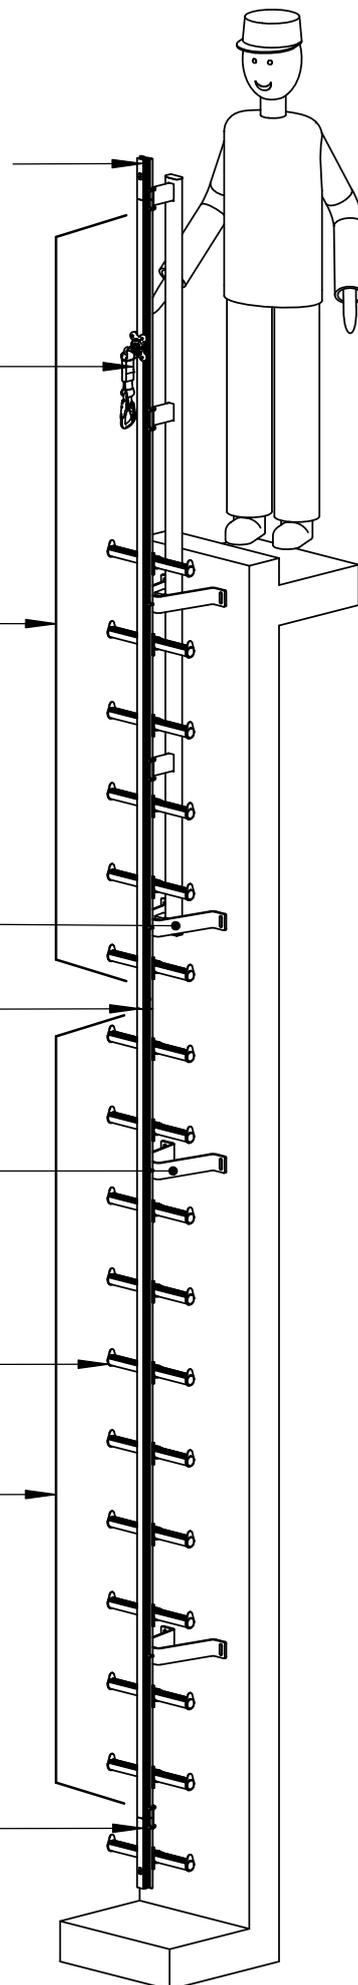

Fig. 4.2.2 Installazione del sistema con uscita dritta sul tetto.
4.2.2. VERSIONE "B" - INSTALLAZIONE CON USCITA DRITTA SUL TETTO (Fig. 4.2.2)